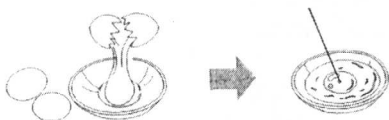

图 1-13 烹调带壳食品应先插孔
(1)切勿煮带壳蛋,否则压力会使蛋爆裂。应先将蛋打破,再用牙签刺破蛋黄、蛋白数次,如图 1-13 所示。已被煮好的汤圆、荷包蛋等,马上取出可能会因其内部液体沸腾爆破而溅伤人体。应打开炉门后略搁置一会,再取出食用。